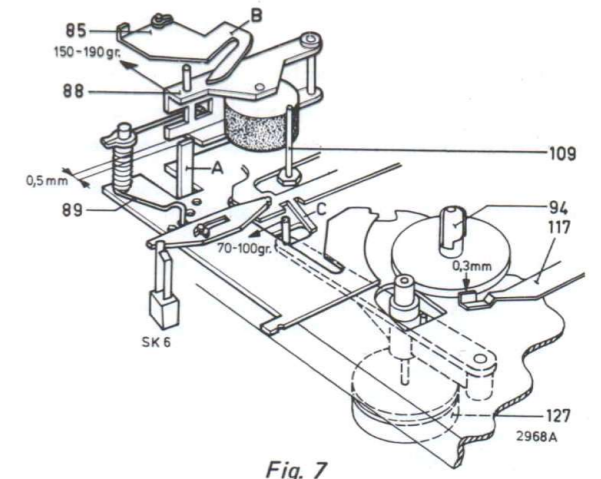

Fig. 7
- Niet juiste aandrukkracht van de poelie van de opspoelfrikatiebeugel 127 tegen de rechter spoelschotel 94. Deze kracht moet tussen 70 en 100 gr. liggen, zie fig. 7. De instelling hiervan is mede afhankelijk van de opspoelfrikatie. Dit wordt als volgt gemeten:
III. INSTELLING VAN DE AANDRUKKRACHT VAN DRUKROL 88 (Fig. 7)
VII. INSTELLING VAN DE PAUZESCHAKELAAR (Fig. 7 en 13)
- Bij het in stand "pauze" schakelen dient de drukrol 88 en de opspoelfrikatie 127 gelijktijdig, van resp. de toonas 109 en rechterspoelschotel 94, los te komen. Instellen door lip B voor de drukrol en lip C voor de opspoelfrikatie te verbuigen, zie Fig. 7.
VIII. BANDLOOPINSTELLINGEN (Fig. 7 en 14)
D. Bij weergeven, vooruit- en terugspoelen, zie fig. 7